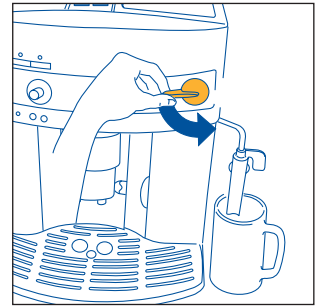
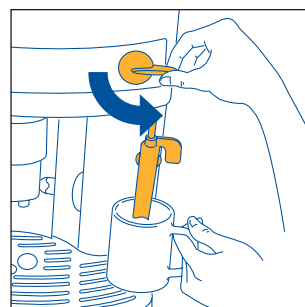
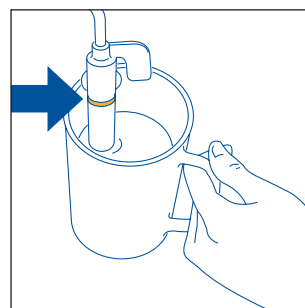

Fig. 5
Fig. 23
Fig. 24
3. **TOUT DE SUITE APRÈS, DANS LES 30 SECONDES**, tournez complètement la manette vapeur en sens inverse des aiguilles d'une montre (fig.5) (il est normal que la machine fasse du bruit).
- Tournez le robinet vapeur d'un demi-tour en sens inverse des aiguilles d'une montre (fig. 5) : l'eau chaude sortira de la buse à cappuccino et commencera à remplir la tasse.
- **Tout de suite après, dans les deux minutes qui suivent** (autrement la machine revient automatiquement à la fonction café) plongez la buse à cappuccino dans le lait (fig. 23) en veillant à ne pas immerger la ligne en relief sur la buse (indiquée par la flèche fig. 24). Tournez le robinet vapeur d'un demi-tour en sens inverse des aiguilles d'une montre (fig. 5). Attention à ne pas vous brûler ! La vapeur qui sort de la buse à cappuccino donne au lait un aspect crémeux et va augmenter son volume. Pour obtenir une mousse plus crémeuse, immergez la buse à cappuccino dans le lait et, dans un mouvement rotatoire, montez et descendez lentement le récipient. (Il est conseillé de ne pas faire sortir de vapeur pendant plus de 2 minutes à la fois.)
- Tournez complètement le robinet vapeur en sens inverse des aiguilles d'une montre (fig. 5) et laissez sortir un peu d'eau ou de vapeur pendant quelques secondes. Cette opération permet de vider le lait qui serait resté à l'intérieur du tuyau vapeur. **IMPORTANT** : Par mesure d'hygiène, il est recommandé de toujours exécuter cette opération, afin d'éviter que le lait ne stagne dans les circuits intérieurs de la buse à cappuccino.